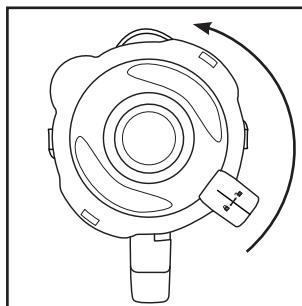

Fig. 1
- 1) Tournez le bol mixeur **③** dans le sens anti-horaire jusqu'à ce que la flèche ▼ située sous la poignée du bol mixeur **③** se trouve sur la position . Détachez le bol mixeur **③** tout droit vers le haut du bloc moteur **⑥**.
- 2) Retirez le couvercle **②** en le tournant dans le sens anti-horaire en direction de la position (voir fig. 1), jusqu'à pouvoir le retirer par le haut.
- 3) Remplissez le bol mixeur **③** au minimum jusqu'au trait inférieur de la graduation **④** et au maximum jusqu'au repère MAX. Pour d'excellents résultats, nous recommandons les quantités maximales suivantes :